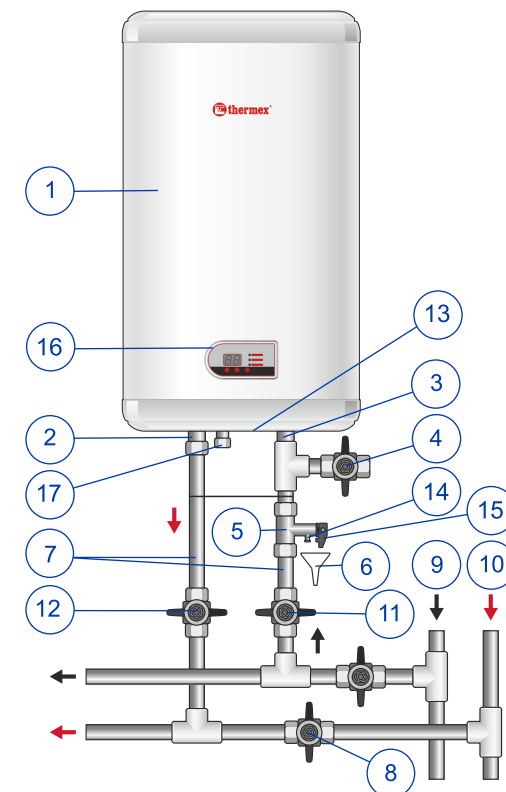

Рисунок 1. Схема подключения ЭВН к водопроводу
4.1. Внешний корпус ЭВН выполнен из ударопрочного пластика. Внутренний бак изготавливается из высококачественной нержавеющей стали с содержанием титана, что обеспечивает высокую коррозионную стойкость и, как следствие, длительный срок эксплуатации. Пространство между внешним корпусом и внутренним баком заполнено пенополиуретаном - современной, экологически чистой теплоизоляцией, обладающей наилучшими характеристиками теплосбережения. Модели IF, ID имеют два резьбовых патрубка: для входа холодной воды (Рис. 1, п. 3) с синим кольцом и выхода горячей воды (Рис. 1, п. 2) - с красным кольцом, и оборудованы дополнительным дренажным патрубком (с красным кольцом, закрыт металлической заглушкой) для слива воды и промывки внутреннего бака (Рис. 1, п. 17). На лицевой стороне ЭВН, во всех моделях, находится панель управления (Рис. 1, п. 16).
4.3. Предохранительный клапан (Рис. 1, п. 5) выполняет функции обратного клапана, препятствуя попаданию воды из водонагревателя в водопроводную сеть в случаях падения в последней давления и в случаях возрастания давления в баке при сильном нагреве воды, а также функции защитного клапана, сбрасывая избыточное давление в баке при сильном нагреве воды. Во время работы водонагревателя вода может просачиваться из выпускной трубы предохранительного клапана для сброса излишнего давления, что происходит в целях безопасности водонагревателя. Эта выпускная труба должна оставаться открытой для атмосферы и быть установлена постоянно вниз и в незамерзающей окружающей среде.
Необходимо обеспечить отвод воды из выпускной трубы предохранительного клапана (Рис. 1, п. 14) в канализацию, предусмотрев при монтаже ЭВН соответствующий дренаж (Рис. 1, п. 6).
Необходимо регулярно (не реже одного раза в месяц) проводить слив небольшого количества воды через выпускную трубу предохранительного клапана в канализацию для удаления известковых осадков и для проверки работоспособности клапана. Для открывания клапана он снабжен ручкой (Рис. 1, п. 15). Необходимо следить, чтобы во время работы ЭВН эта ручка находилась в положении, закрывающем слив воды из бака.
Установить предохранительный клапан (Рисунок 1, п.5) на входе холодной воды (Рисунок 1, п.3), помеченном синим кольцом, закрутив на 3,5-4 оборота, обеспечив герметичность соединения любым уплотнительным материалом (льном, лентой ФУМ и др.).
**Рисунок 1:** 1 – ЭВН, 2 – патрубок горячей воды, 3 – патрубок холодной воды, 4 – сливной вентиль, 5 – предохранительный клапан, 6 – дренаж в канализацию, 7 – подводка, 8 – перекрыть вентиль при эксплуатации ЭВН, 9 – магистраль холодной воды, 10 – магистраль горячей воды, 11 – запорный вентиль холодной воды, 12 – запорный вентиль горячей воды, 13 – защитная крышка, 14 – выпускная труба предохранительного клапана, 15 – ручка для открывания предохранительного клапана, 16 – панель управления, 17 – сливной патрубок.
Подключение к водопроводной системе производится в соответствии с Рис. 1 только при помощи медных, металлопластиковых или пластиковых труб, а также специальной гибкой сантехподводки. Запрещается использовать гибкую подводку бывшую ранее в употреблении. Рекомендуется подавать воду в ЭВН через фильтр-грязевик, установленный на магистрали холодной воды (не входит в комплект поставки).
После подключения откройте вентиль подачи холодной воды (Рис. 1, п. 11) в ЭВН, кран выхода горячей воды из ЭВН (Рис. 1, п. 12) и кран горячей воды на смесителе, чтобы обеспечить отток воздуха из водонагревателя. При конечном заполнении ЭВН из крана смесителя непрерывной струей потечет холодная вода. Закройте кран горячей воды на смесителе.
**Примечание:** для облегчения обслуживания ЭВН в процессе эксплуатации рекомендуется установка сливного вентиля (Рисунок 1, п. 4) в соответствии с Рис. 1 (для моделей, не оборудованных сливным патрубком (не входит в комплект поставки ЭВН)).